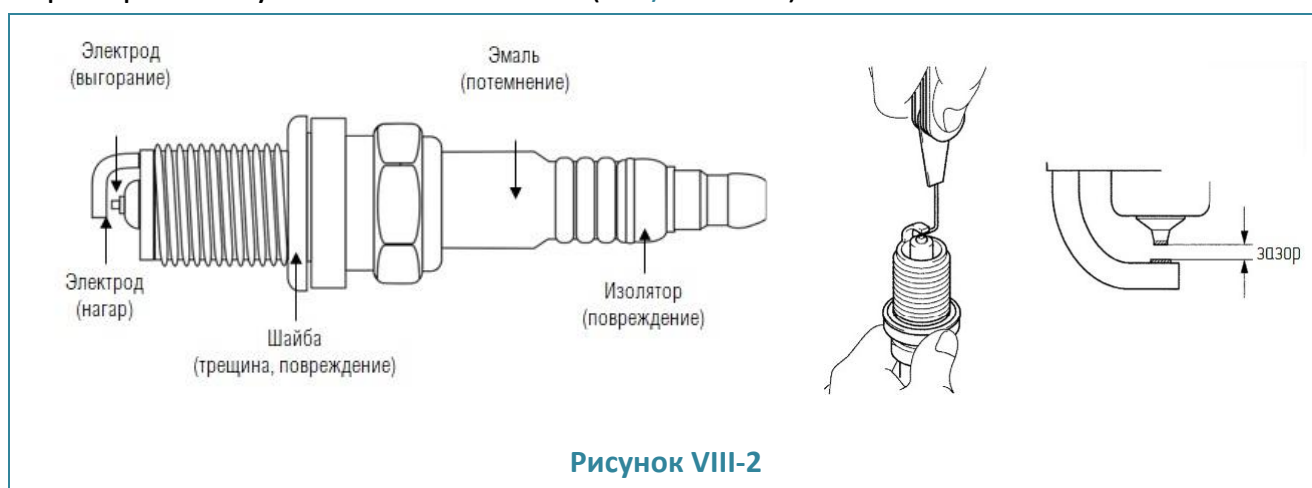

Рисунок VIII-2
Проверьте визуально их состояние (Рисунок VIII-2).
- 3) Проверьте зазор между электродами (Рисунок VIII-2). Он не должен превышать допустимого значения в **1,1мм**.